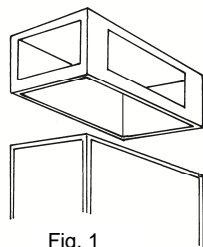

Fig. 1
- del tipo "plenum", provvisto di quattro aperture laterali regolabili ruotando alette mobili sino a indirizzare il flusso di aria caldamente nella direzione desiderata (Fig.1).